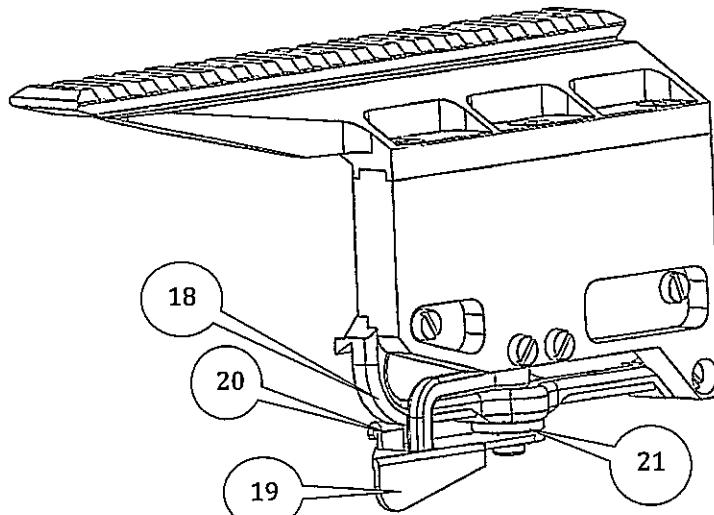

Рисунок 4 – Боковая планка SMN WP-2525
2) Поверните (откройте) ручку (19) до упора вправо (см. рис. 4). Совместите паз зажимного устройства (18) с ласточкиным хвостом посадочного места на оружии, затем продвиньте планку вперед до упора и закрепите ее, повернув (закрыв) ручку (19) вперед до полной фиксации выступом (20) за кронштейн планки.